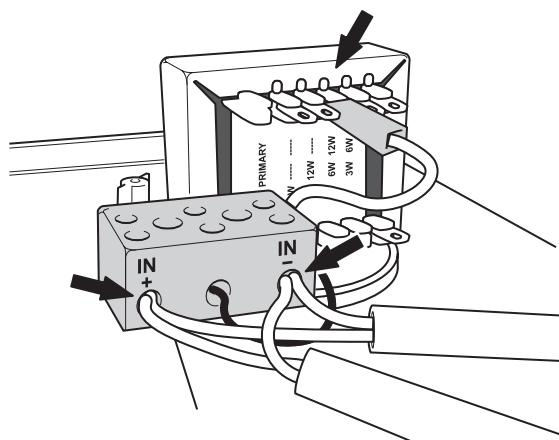

Fig. 2
- Inserire i cavi provenienti dalla linea di distribuzione nei passacavo e collegarne le terminazioni alla morsettiera presente sulla griglia frontale, facendo riferimento alle indicazioni riportate nella fig. 2.
- Applicare la griglia frontale e fissarla alla scatola utilizzando le tre viti autofilettanti (B) precedentemente rimosse.
La potenza dei diffusori è impostata in fabbrica per linea 100V/12W. Nel caso si volesse modificare questa impostazione, è possibile cambiare la potenza di uscita tramite l'apposito terminale ad inserzione rapida facendo riferimento alla targhetta posta sul trasformatore (vedi fig. 2).
- Pass the cables coming from the distribution line through the cable gland and connect the ends to the terminal strip on the front grille, following the instructions provided in Fig. 2.
- Fit the front grille and secure it to the box using the three self-tapping screws (B) that were removed earlier.
The power of the speaker units is factory-set for a 100V/12W line. If you wish to change this setting, it is possible to alter the output power by means of the quick-fit terminal provided for this purpose, consulting the data plate on the transformer (see Fig. 2).
- Introduire les câbles provenant de la ligne de distribution dans le passe-fil puis raccorder les extrémités au bornier sur la grille frontale, en respectant les indications de la fig. 2 ;
- Mettre la grille frontale et la fixer au boîtier en utilisant les trois vis autotaraudeuses (B) précédemment enlevées.
La puissance des diffuseurs est réglée en usine pour une ligne à 100V/12W. Il est possible de modifier cette configuration et de changer la puissance de sortie à l'aide de la cosse à prise rapide en se référant à la plaquette présente sur le transformateur (voir fig. 2).
- Die aus der Verteilerleitung austretenden Kabel in die Kabeldurchgänge einlegen und deren Endstücke gemäß den Anweisungen in Abb. 2 an das Klemmenbrett am vorderseitigen Gitter anschließen.
- Das vorderseitige Gitter aufsetzen und es mithilfe der drei, zuvor entfernten gewindeformenden Schrauben (B) befestigen.
Die Lautsprecherboxen **C44/12-EN** müssen als Abzweigung an den Verteilerleitung angeschlossen werden und es muss darauf sichergestellt werden, dass die von den Lautsprechern aufgenommene Gesamtleitung nicht die maximale, vom Verstärker gelieferte Leistung übersteigt. Die Leistung der Lautsprecherboxen ist werkseitig für eine Leitung von 100V/12W eingestellt. Falls Sie diese Einstellung ändern wollen, können Sie die Ausgangsleistung mit Hilfe des entsprechenden Endstücks mit Schnellverbindung anpassen und müssen hierfür die Angaben auf dem Typenschild am Transformator achten (Abb. 2).
- Steek de kabels afkomstig van de distributielijn door de kabeldoorvoer en sluit de aansluitklemmen aan op de klemmenstrook op het frontrooster, aan de hand van de aanwijzingen in fig. 2.
- Breng het frontrooster op zijn plaats en bevestig het op de doos met behulp van de drie zelftappende schroeven (B), die eerder verwijderd zijn.
Het vermogen van de luidsprekers wordt in de fabriek ingesteld voor een 100V/12W lijn. Indien men deze instelling wil wijzigen, kan het uitgangsvermogen worden veranderd met behulp van de speciale snelaansluiting aan de hand van het gegevensbordje op de transformator (zie afb. 2).
- Hacer pasar los cables procedentes de la línea de distribución por los pasacables y conectar sus terminales en el tablero de bornes presente en la rejilla frontal, ajustándose a las indicaciones presentadas en la fig. 2.
- Poner la rejilla frontal y fijarla a la caja utilizando los tres tornillos de rosca golosa (B) quitados anteriormente.
Si se desea modificar esta configuración, es posible cambiar la potencia de salida a través del terminal previsto de conexión rápida, haciendo referencia a la placa situada en el transformador (véase la fig. 2).